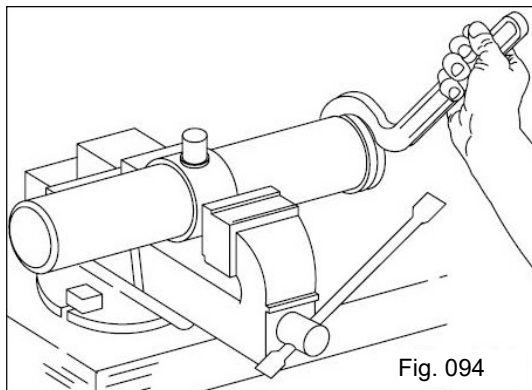

Fig. 094
- Fixe o cilindro em uma morsa (Fig. 094) e com uma chave especial, solte a porca do guia, retirando a haste com o êmbolo;